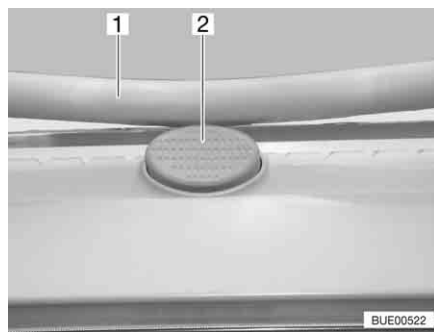

Fig. 84 Botón de seguridad en la claraboya Heki
- Pulsar el botón de seguridad (Fig. 84,2) y tirar la horquilla (Fig. 84,1) hacia abajo con ambas manos.
- Presionar el estribo hacia arriba con ambas manos hasta que la horquilla se encuentre encima del botón de seguridad (Fig. 84,2).